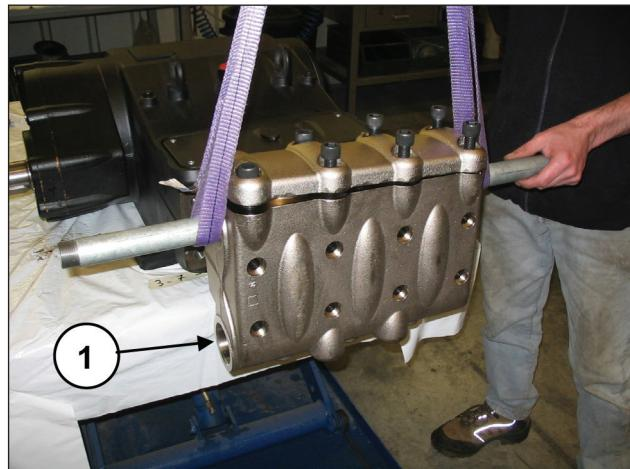
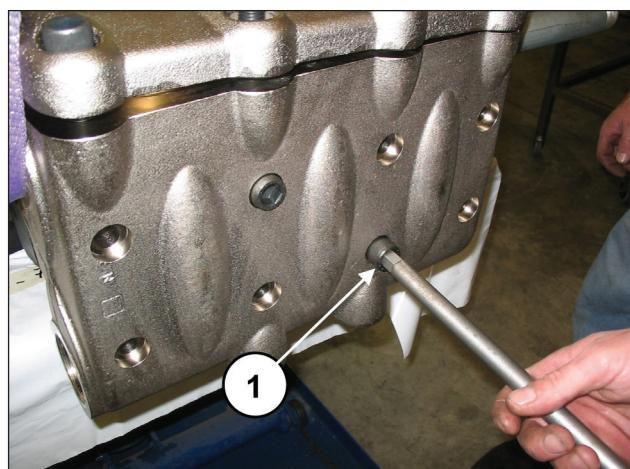

Abb. 117
Abb. 118
Bauen Sie den Kopf auf das Pumpengehäuse an (Pos. ①, Abb. 117) und achten Sie darauf, nicht gegen die Kolben zu stoßen. Ziehen Sie dann die 8 Schrauben M16x180 fest (Pos. ①, Abb. 118).
Ziehen Sie die 8 Schrauben M16x180 von den 4 Innenschrauben ausgehend über Kreuz an (siehe Abb. 117), setzen Sie den Anzug dann mit den 4 Außenschrauben ebenfalls über Kreuz fort